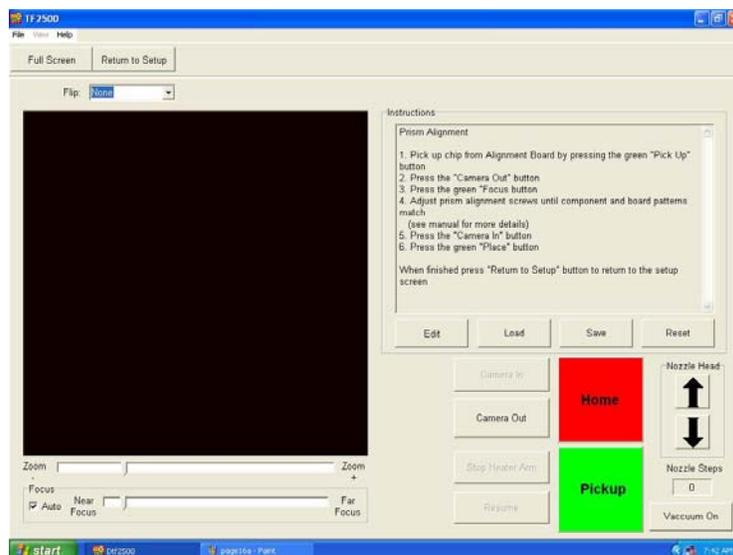

Abbildung 10
- iii. Auf dem Monitor wird der Kalibrierungsbildschirm angezeigt. (Abbildung 10)